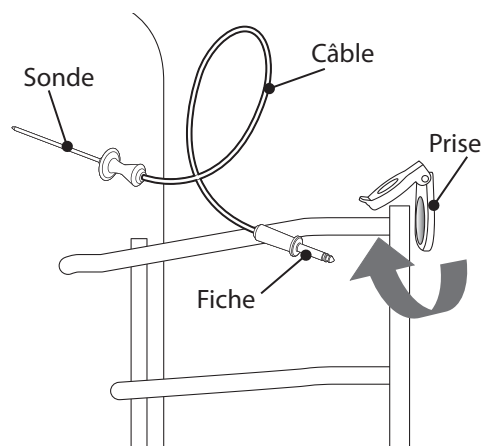

Figure 28 : Sonde thermique
1. Dans le four principal, ou dans le petit four sur certains modèles, basculez l'interrupteur de la prise de la sonde vers le haut (Figure 28).